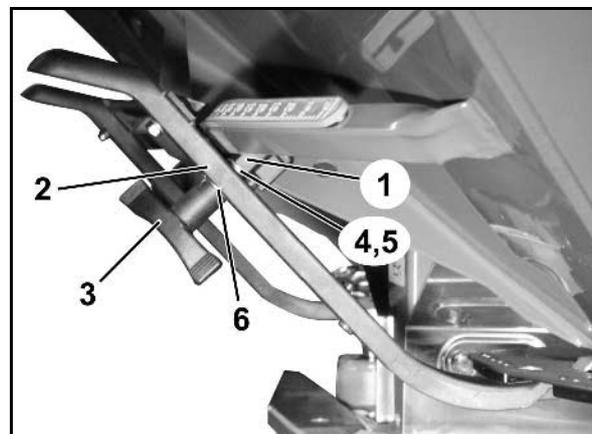

Figura 15
6. Allestire il dispositivo di bloccaggio (Figura 15/1) per la leva di regolazione (Figura 15/2) come segue:
7. Svitare il galletto (Figura 15/3).
8. Estrarre la vite e scambiare le posizioni delle due rondelle (Figura 15/4) dalla parte posteriore (Figura 15/5) verso quella anteriore (Figura 15/6).